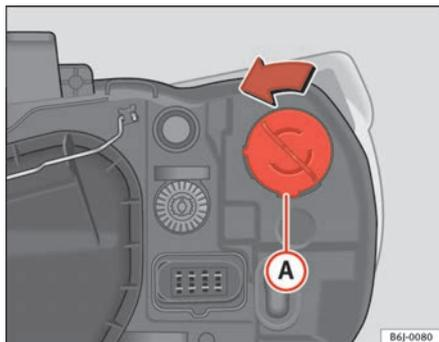

Fig. 150 Luz indicadora de mudança de direcção farol simples
- Rode o porta-lâmpadas ⇒ fig. 150 A para a esquerda e puxe.